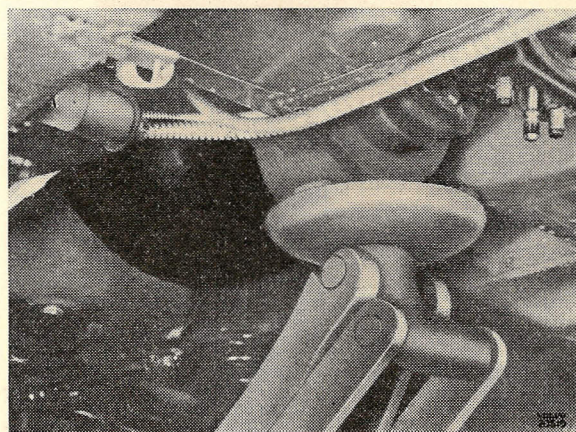

Bild 38.
6. Placera en domkraft under växellådan, bild 38 och koppla av kardanaxeln vid medbringaren på utgående axeln samt tag bort stödbalken under växellådan (på PV 444 fästplåt).